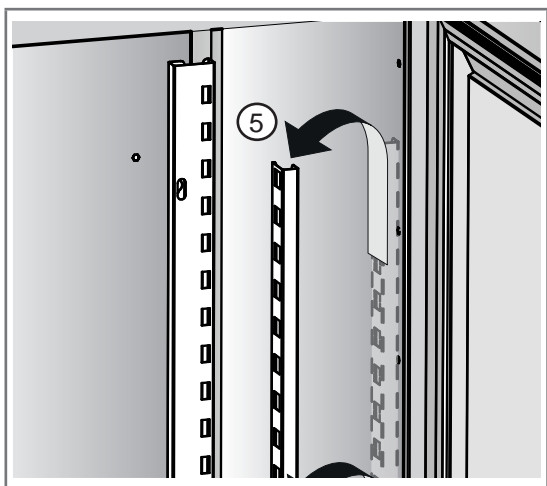

Fig 6.3 - Retrait des crémaillères latérales
2. Retirer les crémaillères latérales (5 - Fig. 6.3)